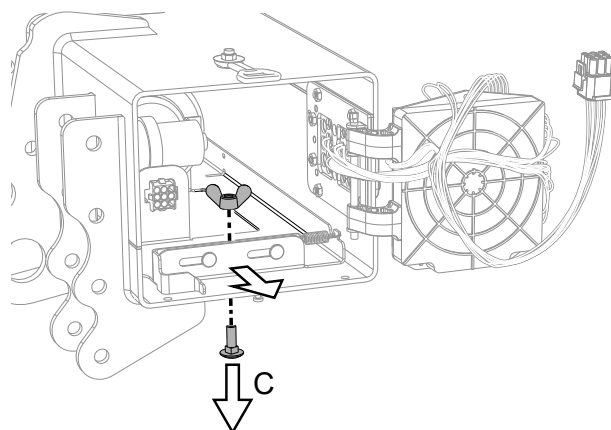
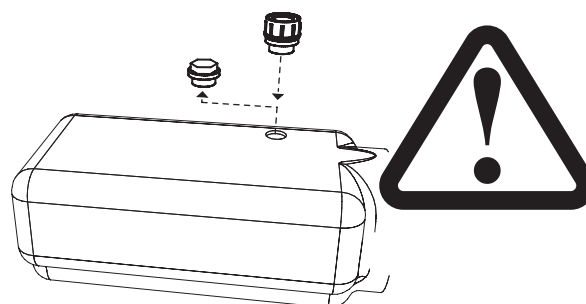

Bild 21. Frigöring hydraulaggregat
Bild 22. Ersätt i förekommande fall transportpluggen med ordinarie tanklock
4. Frigör hydraulaggregat genom att skruva loss vingmuttern och tillhörande skruv (C), se Bild 21 och dra ut hydraulaggregatet till dess att tanklocket är åtkomligt, se Bild 22.